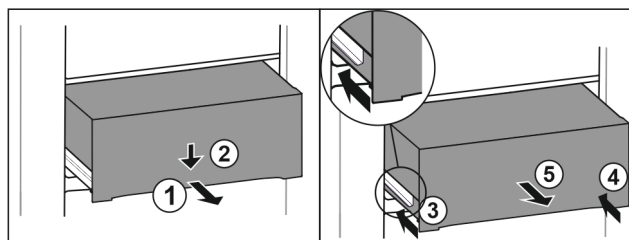

Fig. 123
- Estrarre il cassetto a metà. *Fig. 123 (1)*
- Premere il cassetto sul lato anteriore verso il basso. *Fig. 123 (2)*
- Spingere la guida sinistra di circa 2 cm verso l'interno. *Fig. 123 (3)*
- Spingere la guida destra di circa 2 cm verso l'interno. *Fig. 123 (4)*
- Rimuovere il cassetto tirandolo in avanti. *Fig. 123 (5)*